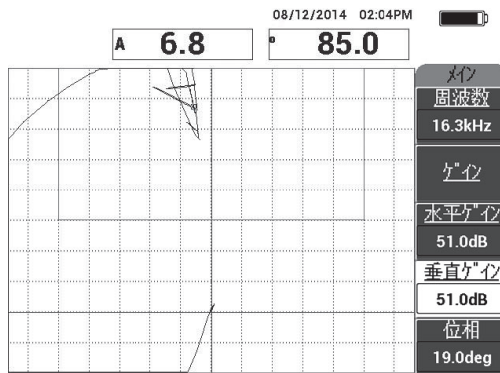

図 6-67 空中信号ドットのゲイン調整
3. 必要に応じて、ゲインキー（**dB**）を押し**ゲイン**を調整し、画面上に空中信号のドットを維持してください（183 ページの図 6-67 参照）。